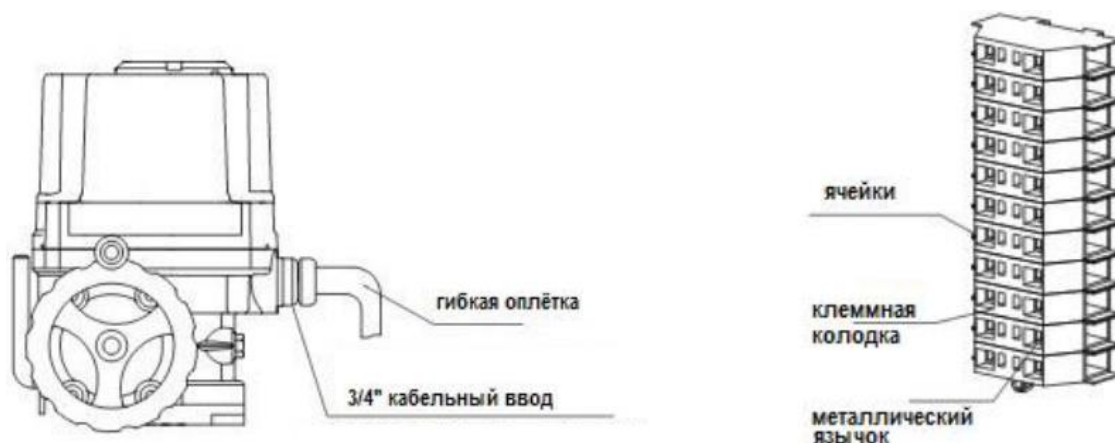

Рисунок 8. Кабельный ввод и клеммная колодка
2.2.10. Подключение внешних цепей производится на клеммную колодку (рис. 8). Выкрутить кабельный ввод и просунуть в него кабель в гибкой оплетке. Снять крышку корпуса, выбрать ячейки в клеммной колодке для подключения внешних цепей (согласно схеме, приведенной в Приложении), нажать отверткой на металлические язычки, соответствующие выбранным ячейкам, вставить провода в ячейки. Установить крышку корпуса и закрутить кабельный ввод.